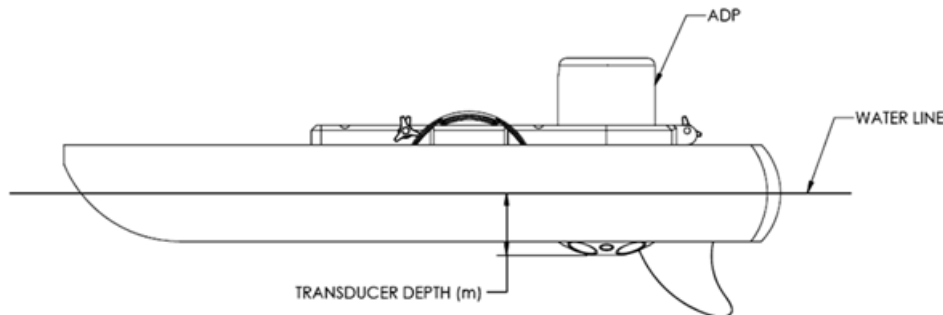

Figura 52. Explicación de la profundidad del transductor
**Profundidad del Transductor** - Esta es la distancia (m) que el haz vertical del transductor está sumergido por debajo de la superficie del agua. La figura 52 muestra un esquema básico que representa el transductor del ADP sumergido en el agua. La profundidad del transductor corresponde a la profundidad del agua a la que está sumergido el transductor.